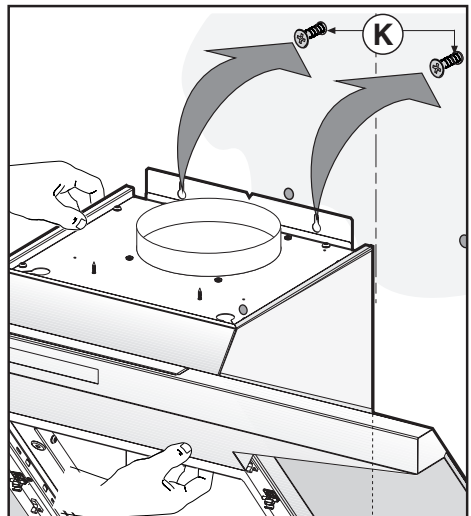

Fig.7
- Posizionare l'apparecchio al muro, allinearne in posizione orizzontale e avvitare le viti **K** (fig.7).